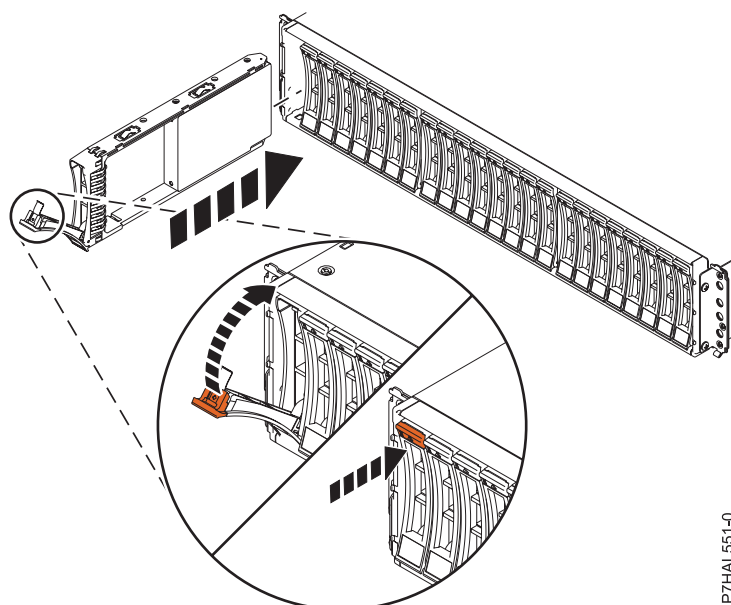

Figura 16. Instal·lació de la unitat de disc a Allotjament de la unitat de disc 5887
1. Amb la nansa en posició desbloquejada, tal com es mostra a Figura 16 a la pàgina 29, aguanteu la part inferior de la unitat mentre l'alineeu amb les guies a la unitat d'expansió.